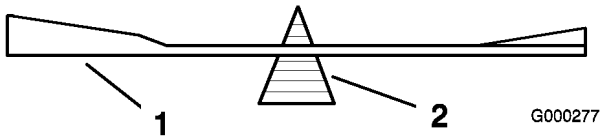
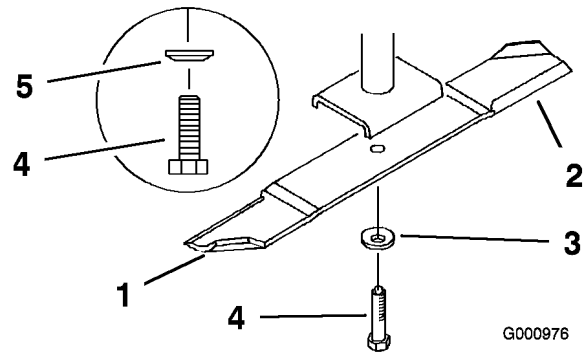

Figura 79
Figura 80
2. Togliete il bullone, il disco elastico e la lama dall'asse del fusello (Figura 80).
2. Controllate l'equilibrio della lama posizionandola su un bilanciatore (Figura 79). Se la lama rimane in posizione orizzontale, è bilanciata e può essere utilizzata. Se la lama non è bilanciata, limate del metallo soltanto dalla costa (Figura 80). Ripetete la procedura finché la lama non è perfettamente bilanciata.
1. Montate la lama sull'asse del fusello (Figura 80).
2. Montate il disco elastico e il bullone della lama. Il cono del disco elastico deve essere rivolto in verso la testa del bullone (Figura 80). Serrate il bullone della lama a 115-150 Nm.